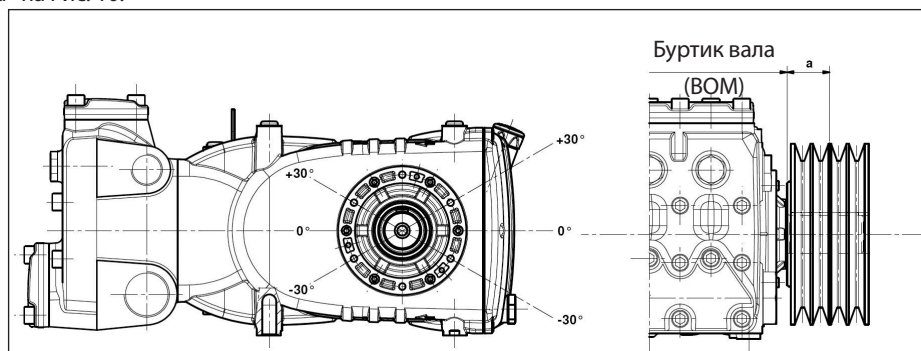

Рис. 10
Радиальная нагрузка на вал не должна превышать 7500 Н (значение, необходимое для определения плана компоновки). Передача считается соответствующей, если данная нагрузка прилагается на максимальном расстоянии $a=40$ мм от буртика вала (ВОМ), как указано на Рис. 10.
- б) Пользуйтесь ремнями с высоким КПД, например, **ХРВ** вместо **СПВ**, поскольку в этом случае потребуется меньшее количество ремней при одинаковой передаваемой мощности, что в свою очередь сократит расстояние между результирующей силой и буртиком вала (BOM) «а» на Рис. 10.